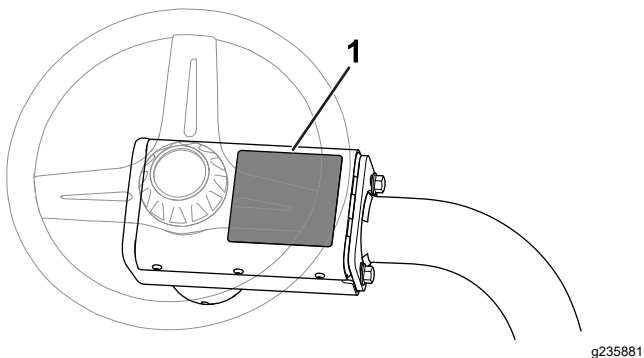

Figura 8
- Aplicați eticheta de avertizare CE (Nr. piesă 136-8505) peste autocolantul de avertizare existent (Nr. piesă 136-8506). Figura 8 prezintă locaia autocolantului de avertizare.